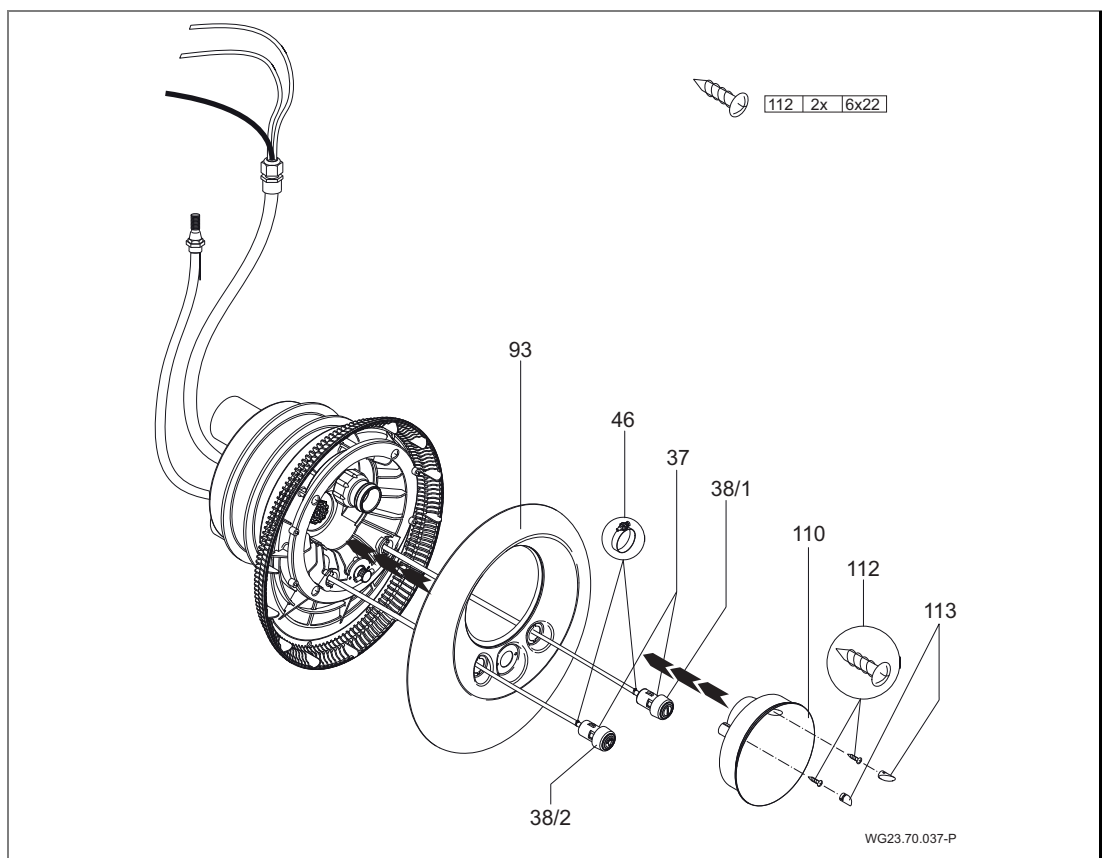

Fig. 18
7. Infilare i flessibili pneumatici nelle aperture nella copertura di acciaio inox (93); luce ON/OFF a sinistra; pompa ON/OFF a destra; e fissarli con i rispettivi tasti alle fascette per tubi flessibili (46). (Fig. 18)